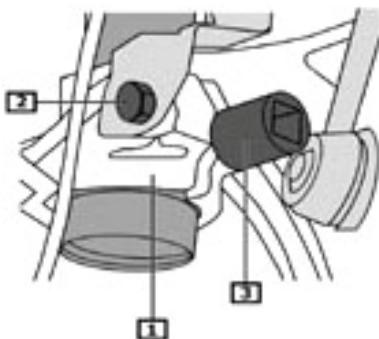
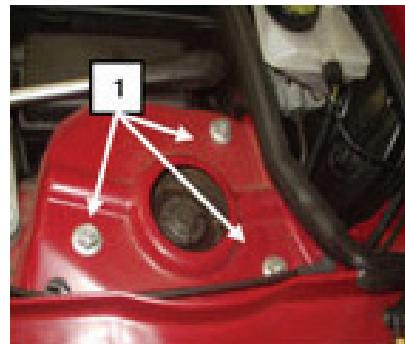

Fig. 4:
Fig. 5:
- **Fig. 4 Untere Federbeinbefestigung (2)** ausschrauben.
- Achsschenkel (1) mit Spezialwerkzeug (3) aufspreizen.
- **Fig. 5** Im Motorraum die Befestigungsmuttern des Stützlagers ausschrauben; dabei das Federbein gegenhalten.
- **Fig. 4** Unscrew suspension strut attachment (2).
- Use an expander tool (3) to open steering knuckle (1).
- **Fig. 5** Remove upper fastening nuts on the support bearing in the engine compartment, while securing suspension strut so it doesn't fall.
- **Fig. 4** Dévisser la fixation inférieure de la jambe de force (2).
- Écarter légèrement la fusée d'essieu (1) avec un outil spécial (3).
- **Fig. 5** Dans l'habitacle du moteur, enlever les écrous du palier de fixation ; assurer la jambe de force pour l'empêcher de tomber.
- **Fig. 4** Desatornillar la sujeción inferior del amortiguador (2).
- Abrir el cuello del eje (1) con la herramienta especial (3).
- **Fig. 5** En el habitáculo del motor, desenroscar las tuercas de sujeción del cojinete de apoyo, sujetando el amortiguador.